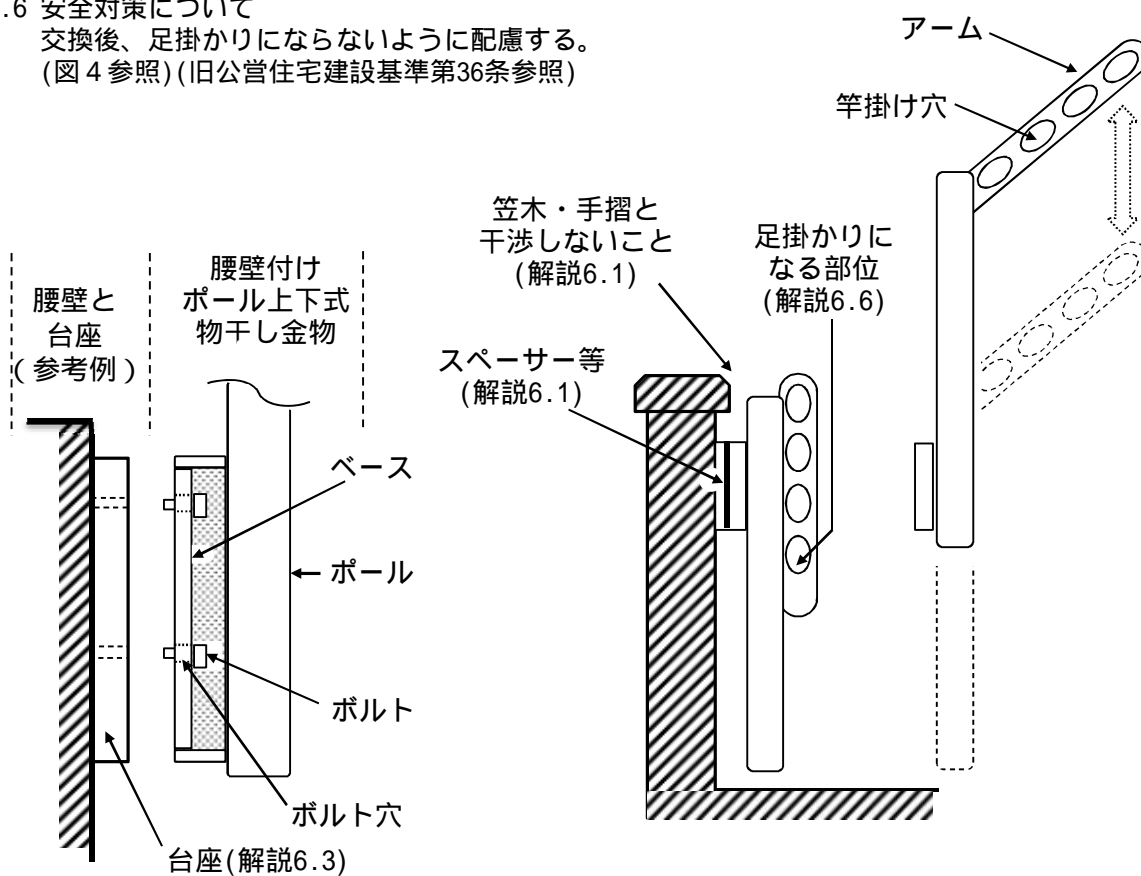

図4 - 物干し金物各部位の例
- ・ポールと笠木・手摺や躯体との干渉がある場合は、スペーサー等の使用で調整する。(図4参照)
腰壁に固定され、物干し金物を取り付けるためのM 8 ボルトが出ている若しくは、M 8 ボルトを締め込む等ができるもの。(図4参照)
(図4参照)(旧公営住宅建設基準第36条参照)